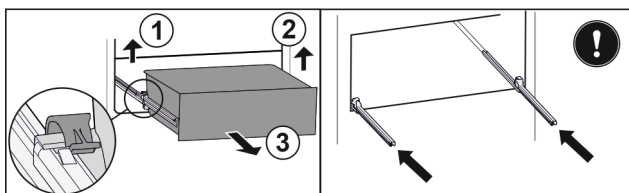

Fig. 111
- Podnieść lewy zacisk i wysunąć jednocześnie szufladę po lewej do przodu. Fig. 111 (1)
- Podnieść prawy zacisk i wysunąć jednocześnie szufladę po prawej do przodu. Fig. 111 (2)
- Wyjąć szufladę do przodu. Fig. 111 (3)